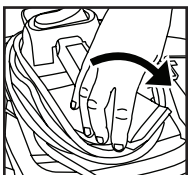

FIGURE 33
56. Saisissez les côtés de la section arrière du rembobineur et tournez un demi-tour dans le sens horaire pour le remettre dans sa position d'origine. **FIGURE 33.**